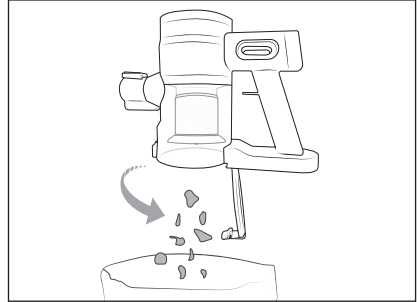

Fig. 10
- 1) Se necessário, remova o tubo telescópico de aspiração **16**. Segure o reservatório de pó **2** sobre um caixote de lixo e solte o botão de desbloqueio da tampa do reservatório de pó **4**. A tampa do reservatório de pó **3** abre-se e o conteúdo é esvaziado para o caixote do lixo (ver fig. 10).